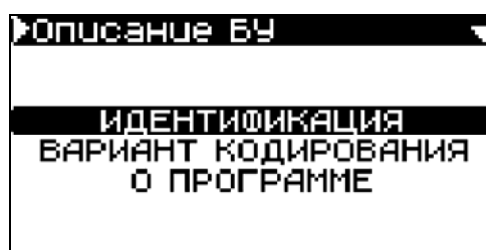

Рис. 2 Меню *Описание блока управления*
2.1 Меню **Описание блока управления** показано на рис. 2.